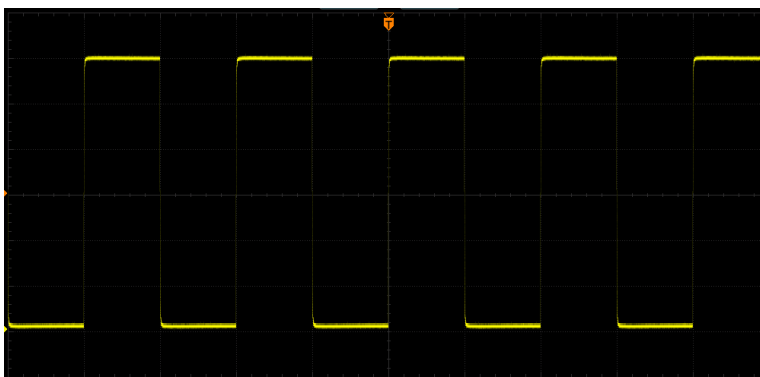

图 1-9 方波信号（换图）
5. 观察示波器显示屏上的波形，正常情况下应显示图 1-9 所示的方波信号。